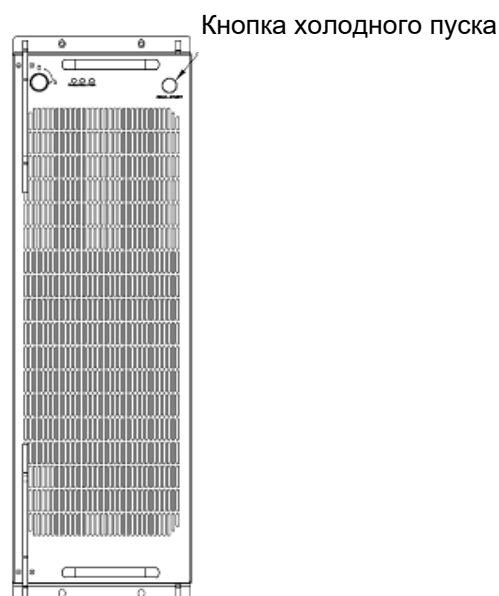

Рисунок 28. Кнопка холодного пуска на модуле байпаса.
3. Нажмите кнопку холодного пуска на модуле байпаса, см. рисунок 28.